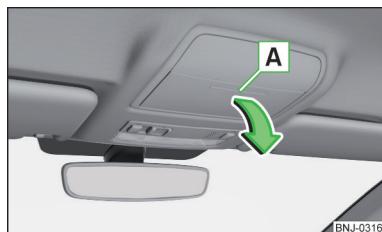

Fig. 88
- Para **abrir**, presionar sobre la tapa del compartimento para gafas en la zona **A**. El compartimento se abre en el sentido de la flecha » fig. 88.